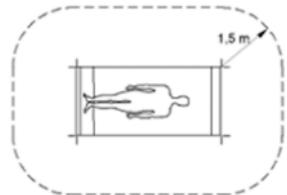

Fig. 2
- ⚠ Vervang de batterijen buiten de omgeving van de patiënt (ten minste op 1,5 meter van de patiënt of ondersteunend begeleider conform IEC 60601-1, zie fig. 2).**